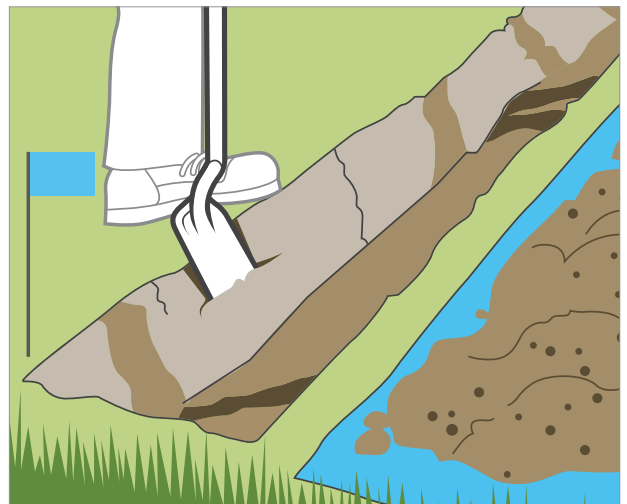

Рисунок 2
4. Перед копанием траншеи ознакомьтесь с местным законодательством. Если нет особых указаний по глубине основной линии для дождевальной системы в вашем регионе, выкопайте траншею глубиной 25–30 см. Выкопайте траншею глубиной 15–20 см для боковых труб. Это может быть выполнено вручную или с помощью траншейного плуга. Траншейный плуг можно найти в большинстве прокатов оборудования. Рис. 2.